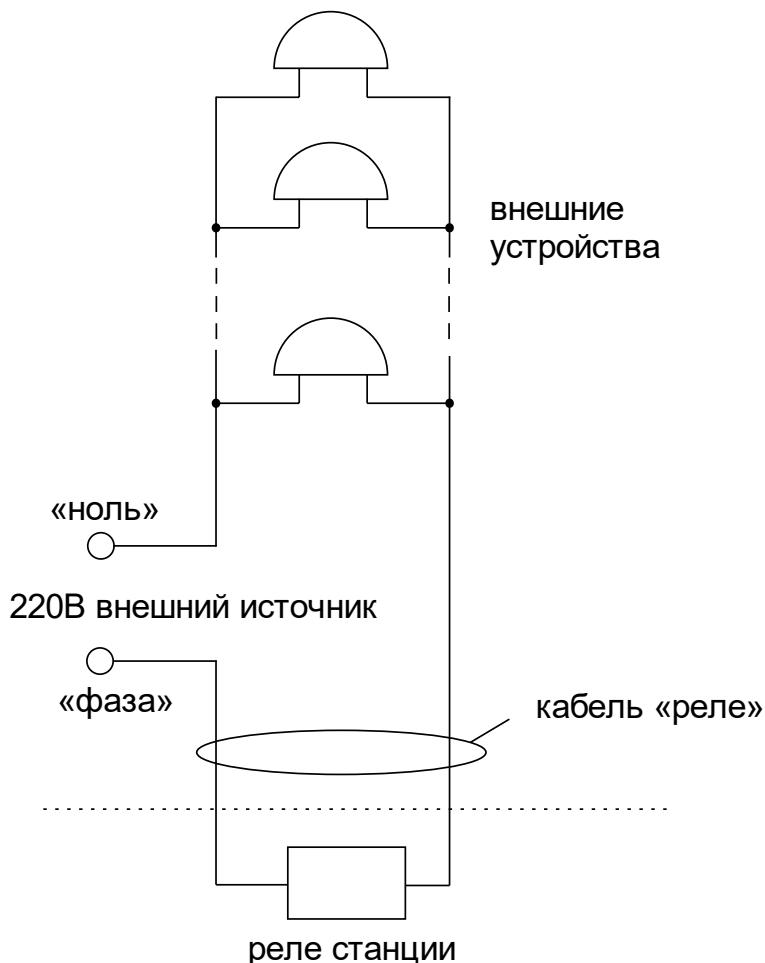

Рис. 1.
Все коммутируемые часовой станцией внешние устройства (например, звонки громкого боя) должны быть соединены по схеме рис. 1. Для включения данных устройств используется внешнее электропитание 220 В.
4.6. Подсоедините кабель «Реле» через клеммную коробку, предназначенную для коммутации кабелей электропитания напряжением до 380 В, следующим образом. (см. схему на рис.1). На один из проводов кабеля «Реле» необходимо подать «фазу» внешнего напряжения электросети 220 В, предназначеннной для питания внешних устройств; второй провод кабеля «Реле» подключить непосредственно к одному из входов питания внешних устройств; другой вход питания внешних устройств подключить на «ноль» питающей электросети 220 В. Все внешние устройства должны быть соединены друг с другом по входам питания параллельно. К внешним устройствам относятся, например, школьные звонки громкого боя.